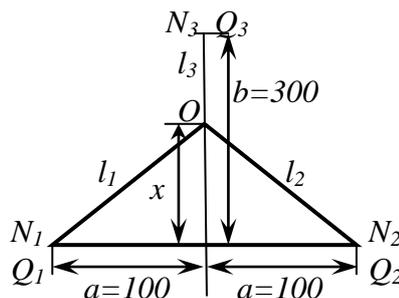

Рис. 8.1. Схема для расчета месторасположения бетонной установки
3.25. Найти наивыгоднейшее место расположения центральной бетонной установки, обслуживающей на площадке 3 объекта. Два из них расположены на одной линии на расстоянии друг от друга 200 м и потребляют одинаковое количество бетона - по 400 м³, а третий, потребляющий 600 м³, находится посередине между ними, но расположен в глубине на расстоянии 300 м от красной линии (рис. 8.1).